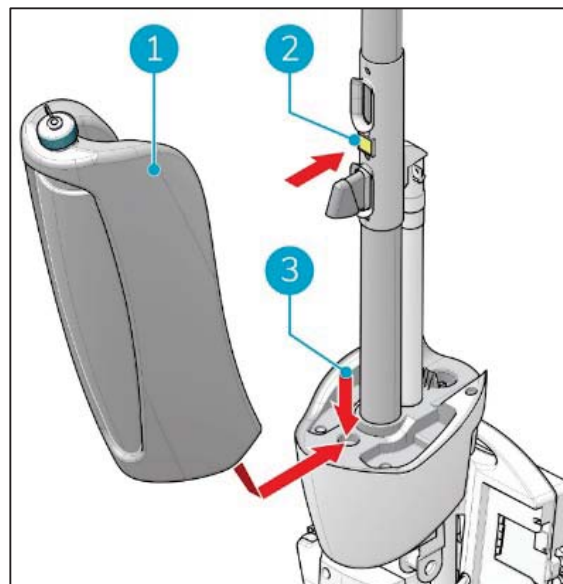

Figure 11
1. Placez le fond du réservoir de récupération (Figure 11, pos 1 et pos 3) sur le devant de l'i-mop® XXL Plus.
2. Poussez le haut du réservoir en place jusqu'à ce que vous entendiez un « clic », l'aimant (Figure 11, pos 2) verrouille le réservoir de récupération en place.